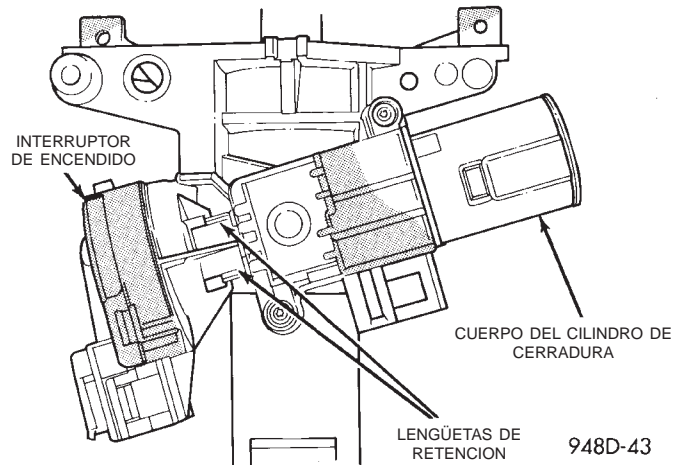

Fig. 50 Interruptor de encendido—visto desde abajo de la columna
El interruptor de encendido se fija al cuerpo del cilindro de cerradura, sobre el extremo opuesto al cilindro (Fig. 50). Para informarse sobre la identificación de terminales y circuitos del interruptor de encendido, consulte el grupo 8W, Diagramas de cableado.
(15) Oprima las lengüetas de retención (Fig. 50) y extraiga el interruptor de encendido de la columna de dirección.